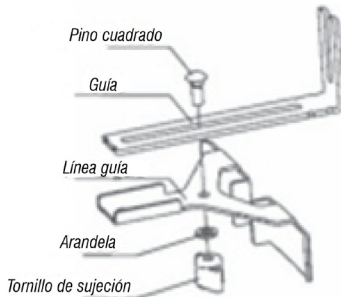

Fig. 5 – Fresado con guía recta
1. Monte la guía paralela conforme muestra la Fig. 5: